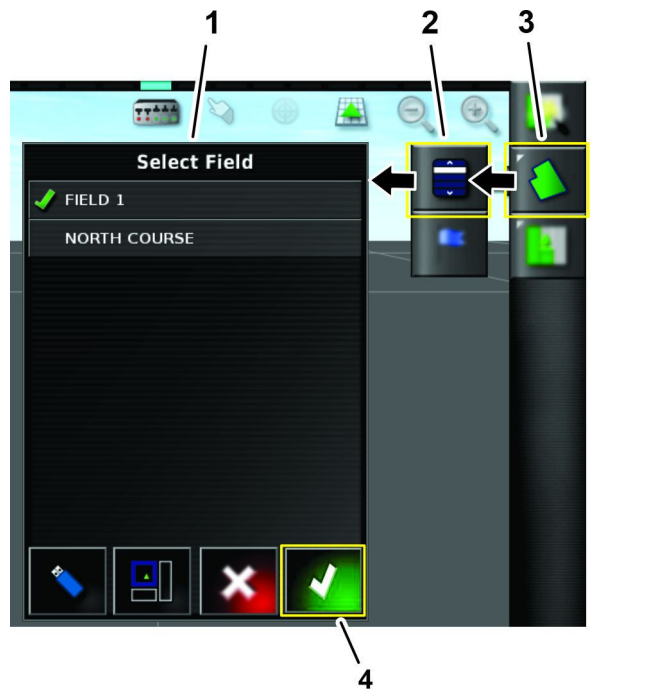

Bild 68
6. Wählen Sie den Namen des vorhandenen Bereichs (Bild 68).